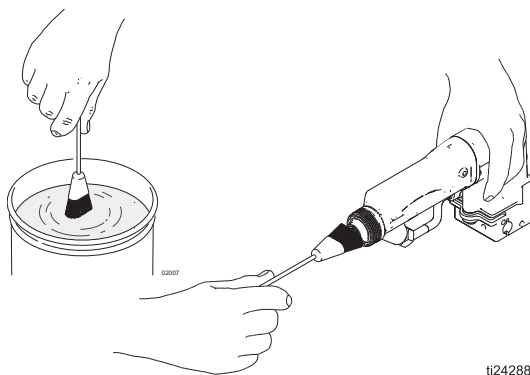

図 17. ガン前面の清掃
3. リテーナリング (24)、エアキャップ / 先端ガード (25)、スプレー先端 (3)、シュラウド (26) を取り外します。39 ページを参照してください。
4. 柔らかい獣毛ブラシの端を互換性のある溶剤に浸し、ガンの前面をブラシで清掃します。溶剤がエアの経路に入らないようにしてください。可能な場合は常に、ガンを清掃するときには下を向けて行ってください。図 17 を参照してください。